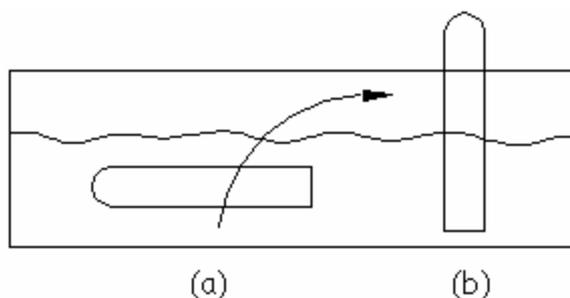

Figura 1
2. Llena el recipiente de plástico con agua hasta el borde, e introduce en él los tubos de ensaye en posición horizontal (Figura 1 a). Levántalos con su boca
hacia abajo, de manera que queden llenos de agua e invertidos sobre el recipiente (Figura 1 b).